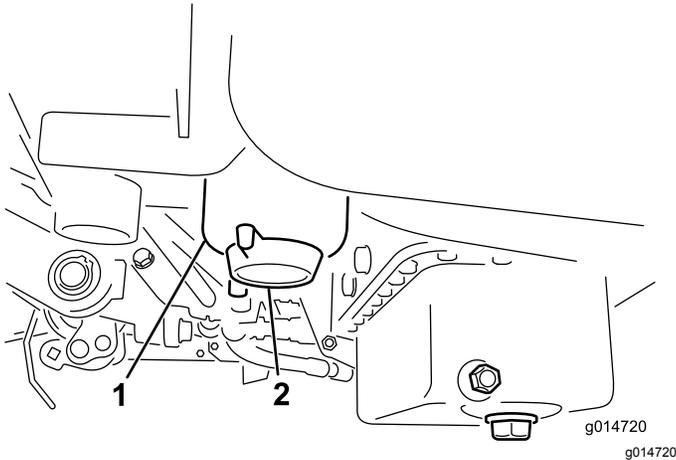

图34
2. 清洁滤清器过滤筒的安装区域 图34。
4. 打开滤清器排油塞 图34。